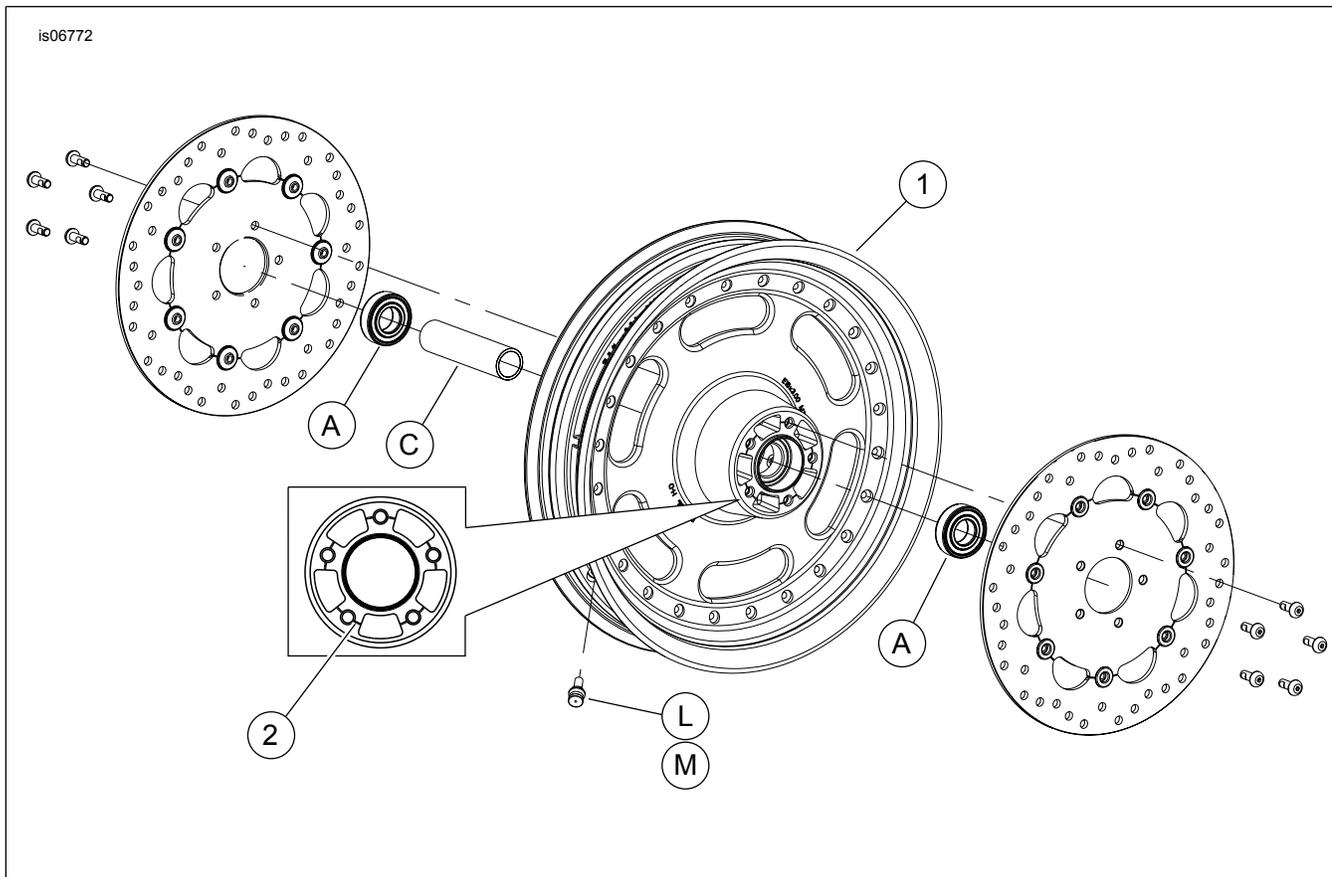

Figura 1. Peças de reposição: Roda dianteira Fat Bob Cutback
2. Veja Figura 1. Instale o conjunto da haste da válvula (L) na roda. Consulte o manual de serviço.